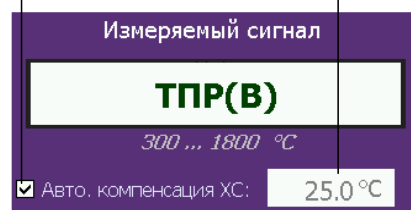

Рисунок 2.15
- ручной (галочка не установлена), при этом пользователю предлагается ввести значение температуры в соответствующее редактируемое поле (см. рисунок 2.15);
- автоматической (галочка установлена), при этом редактируемое поле для ввода значения температуры не активно (см. рисунок 2.15).
При подключении к ИКСУ-2012 одного из кабелей «КИ2012К» или «КИ2012L» из прилагаемого комплекта, в разъем которого встроен компенсатор холодного спая Pt100, необходимо выбрать автоматический тип компенсации холодного спая. В этом случае компенсация холодного спая в процессе измерений будет осуществляться прибором автоматически. Если кабели «КИ2012К», «КИ2012L» не используются, то необходимо выбрать ручной тип компенсации холодного спая, затем произвести измерение температуры холодного спая с погрешностью, не превышающей предела допускаемой основной погрешности для данного типа ТП, и ввести измеренное значение t_0 в соответствующее редактируемое поле (см. рисунок 2.15, п. 2.7.5).